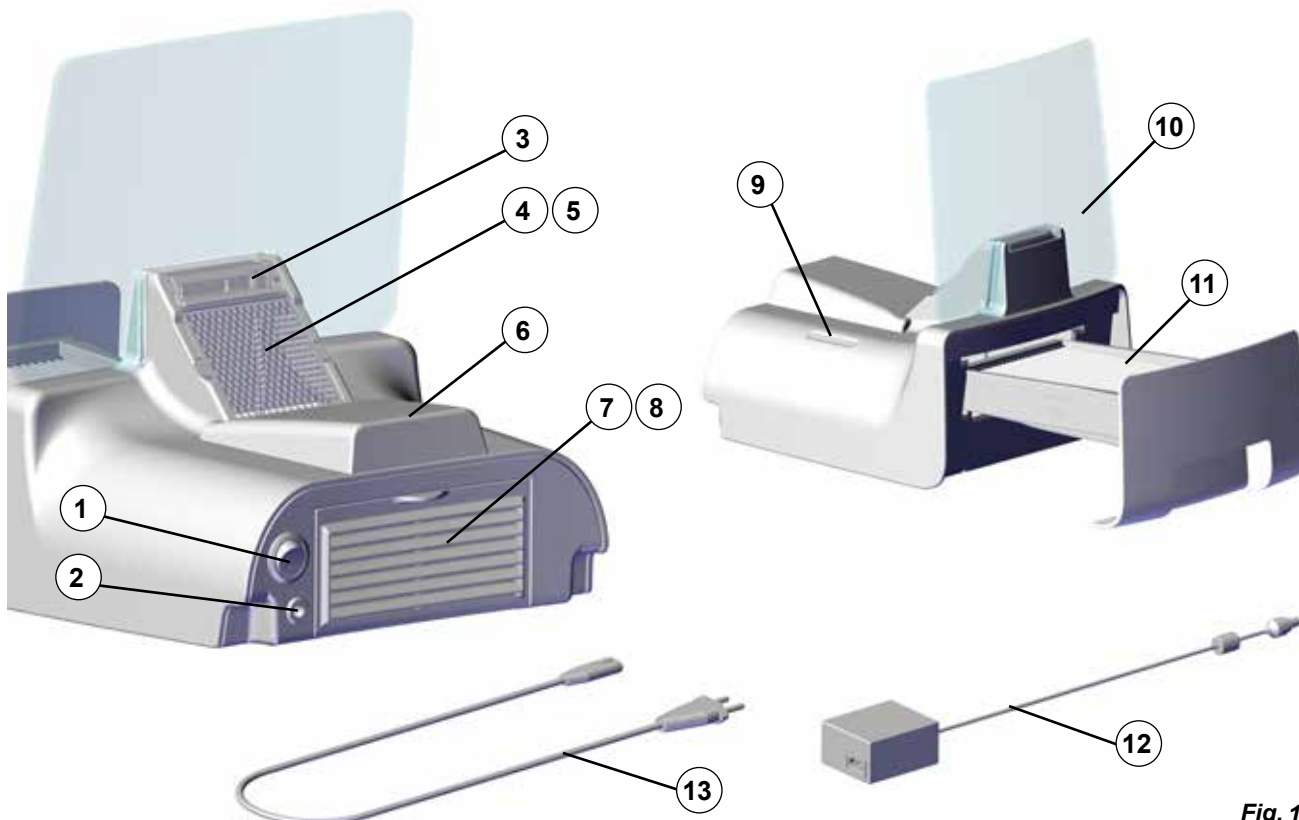

Fig. 1
- ⇒ Desconecte el aparato a través del interruptor de conexión/desconexión (1, Fig. 1).
- ⇒ Conecte el cable de red (13, Fig. 1) en el cargador (12, Fig. 1).
- ⇒ Inserte el enchufe de carga en el conector de carga (2).
El aparato se conecta/desconecta con el interruptor de conexión/desconexión (1, Fig. 1).